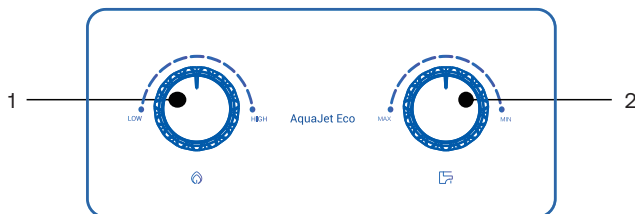

Рис.1
- ◆ Т.к. искровой разряд длится непродолжительное время после включения воды, для повторного образования искрового разряда необходимо закрыть кран на смесителе, а затем открыть снова. Данное действие повторит несколько раз до полного выхода воздуха из газопровода, пока не произойдет устойчивый розжиг горелки; В случае отсутствия розжига горелки, поверните рукоятку изменения расход воды (см. рис. 1) в крайнее правое положение, это позволит осуществить розжиг горелки при минимальном давлении воды в системе.
- ◆ После розжига горелки и устойчивой работы водонагревателя с помощью поворотных рукояток выставите оптимальную температуру горячей воды. Изменение температуры осуществляется с помощью ручек регулировки изменения расхода газа 🔥 или воды 🚰 (Рис. 1). Вращая рукоятку изменения расхода газа 🔥 вправо, количество газа, подаваемого на горелку, возрастает и соответственно возрастает температура горячей воды и наоборот, вращая рукоятку влево, количество газа уменьшается и соответственно снижается температура горячей воды. Вращая рукоятку изменения расхода воды 🚰 вправо, количество воды увеличивается, а температура воды обратно пропорционально уменьшается и наоборот.